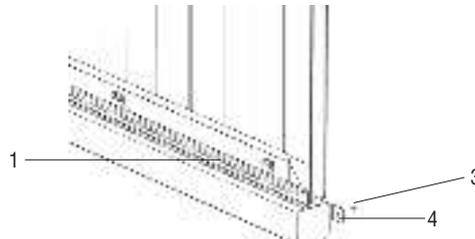

Рисунок 2
2. Введите в С-профиль (1) болт с полукруглой головкой (3) и закройте его нижней пластиной (4) (см. рисунок 2).